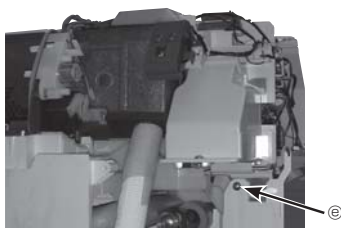

Fig. 6-7
- 9 Extraiga el tornillo de la caja eléctrica. (Fig. 6-7)